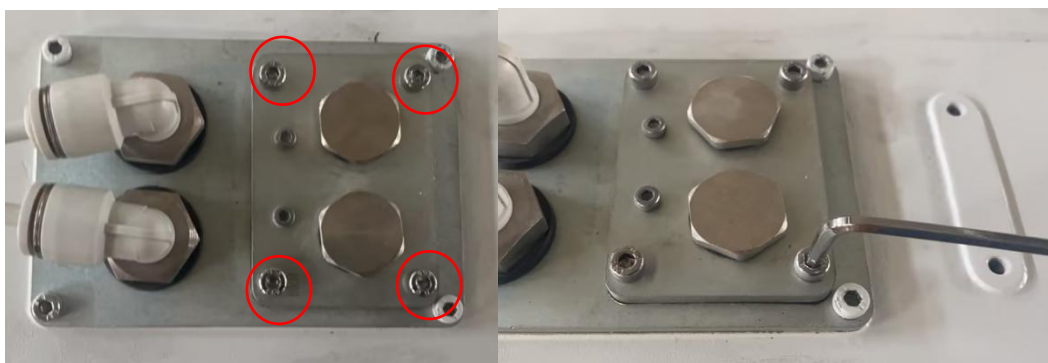

图 3-15 I/O 顶盖螺钉拆卸示意图
1) 拆除图 3-15 示螺钉（4-M4x8），使用工具：内六角扳手。